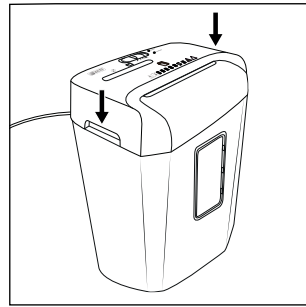

Fig. 2
- ◆ Saisissez le dispositif de coupe **6** au niveau des deux poignées encastées intégrées **8** et placez-le sur le grand collecteur **12** de manière à ce que le cordon d'alimentation **1** pointe vers l'arrière et que la fenêtre de contrôle **11** du grand collecteur **12** pointe vers l'avant (voir fig. 2).
- ◆ Saisissez le dispositif de coupe **6** au niveau des deux poignées encastrées intégrées **8** et placez-le sur le grand collecteur **12** de manière à ce que le cordon d'alimentation **1** pointe vers l'arrière et que la fenêtre de contrôle **11** du grand collecteur **12** pointe vers l'avant (voir fig. 2).